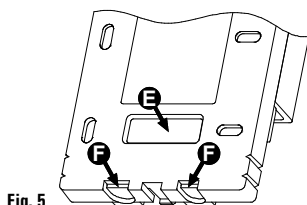

Fig. 5
**Ingresso cavi dal retro:** Rimuovere, con l'aiuto di un cacciavite, il tassello della base, come indicato dalla freccia in **(E)** di Fig. 5.
**Ingresso cavi dal bordo inferiore della base:** Rimuovere, con l'aiuto di un cacciavite, i tasselli della base, come indicato dalle frecce in **(F)** di Fig. 5.